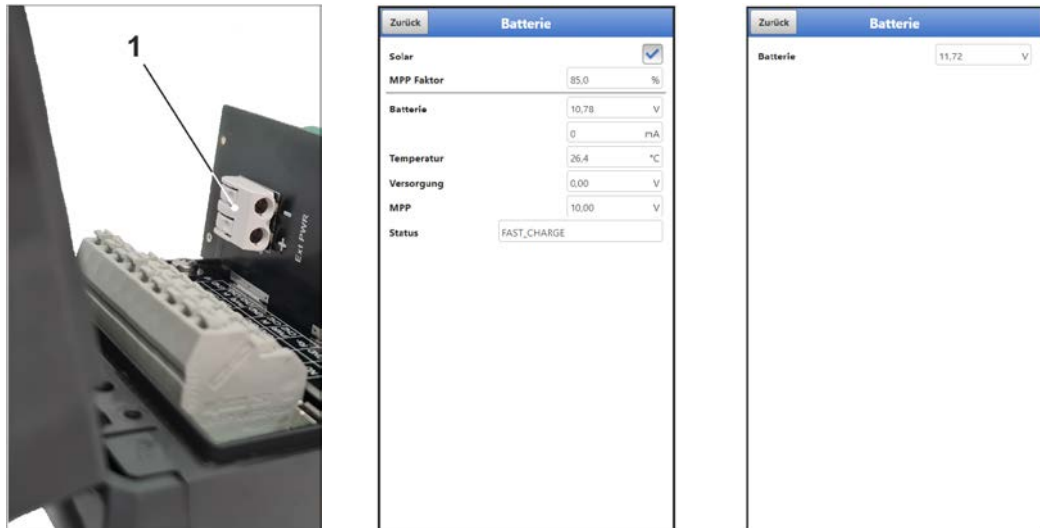

Abb. 27-1 Spannungsklemmen 12 V / Menü Batterie Akkuvariante/Batterievariante
3. Drähte an der Spannungsklemmen 12 V (Abb. 27-1 Pos. 1) anschließen.